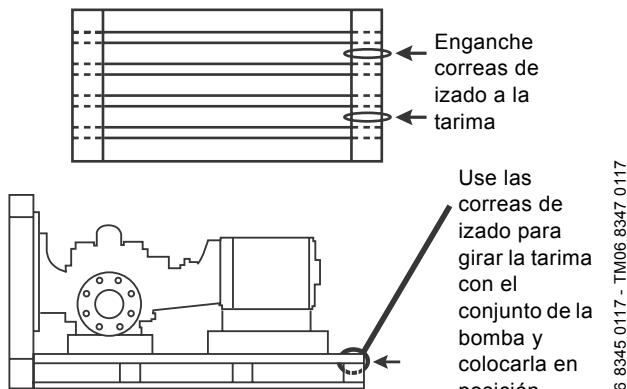

Fig. 3 Bombas KPV y KPVS, puntos de izado correctos en la tarima
- Enganche una correa de izado a cada una de las tablas de soporte de 4 x 4 in de la tarima. Fije bien las correas a las esquinas de la tarima, cerca del extremo superior del motor de la bomba. Consulte la fig. 3.